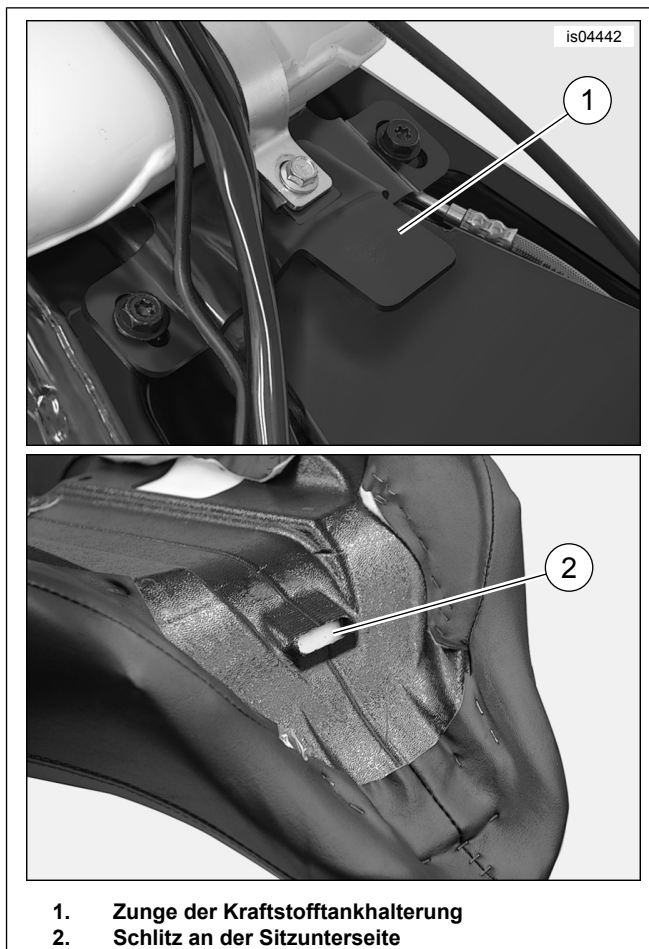

Abbildung 7. Vordere Sitzbefestigung
2. Siehe Abbildung 7. Die Rückseite des Sitzes von vorn durch den Halteriemens schieben, bis sich der Schlitz (2) an der vorderen Unterseite des Sitzes hinter der Sitzbefestigungszunge (1) an der hinteren Halterung des Kraftstofftanks befindet.
1. Siehe Abbildung 7. Den Sitz anbringen, bis der Schlitz (2) an der vorderen Unterseite des Sitzes hinter der Sitzbefestigungszunge (1) an der hinteren Halterung des Kraftstofftanks anliegt.